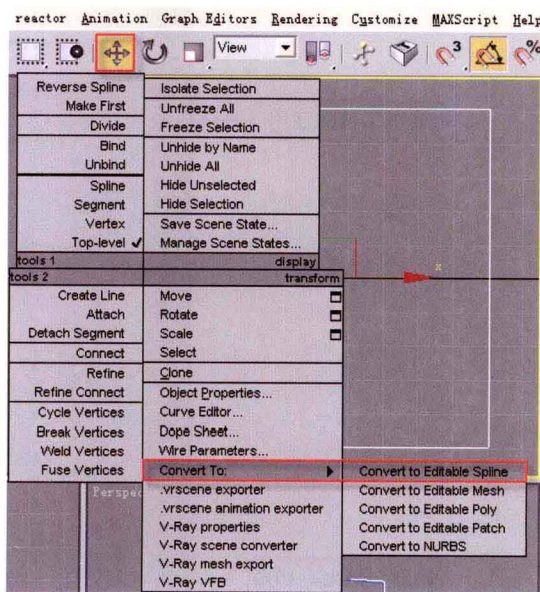

图1-4
④ 确保在选择矩形的情况下, 单击鼠标右键, 在弹出的四元菜单中执行 Convert To (转换成) > Convert to Editable Spline (转换成可编辑样条线) 命令, 将矩形转换成可编辑样条线, 如图1-4所示。